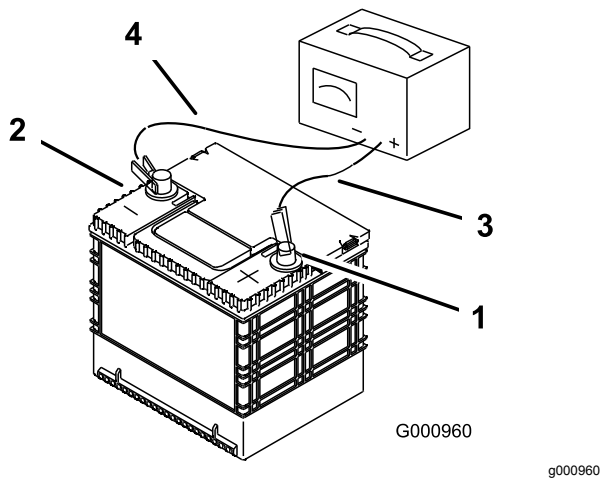

Figura 44
3. Cuando la batería esté completamente cargada, desconecte el cargador de la toma de electricidad, luego desconecte los cables del cargador de los bornes de la batería (Figura 44).